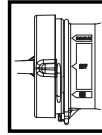

Figura 12
5. Antes de enjuagar, mueva el indicador de la tapa hacia la posición de "OFF" (apagado) para cerrar el suministro de jabón (Figura 12).